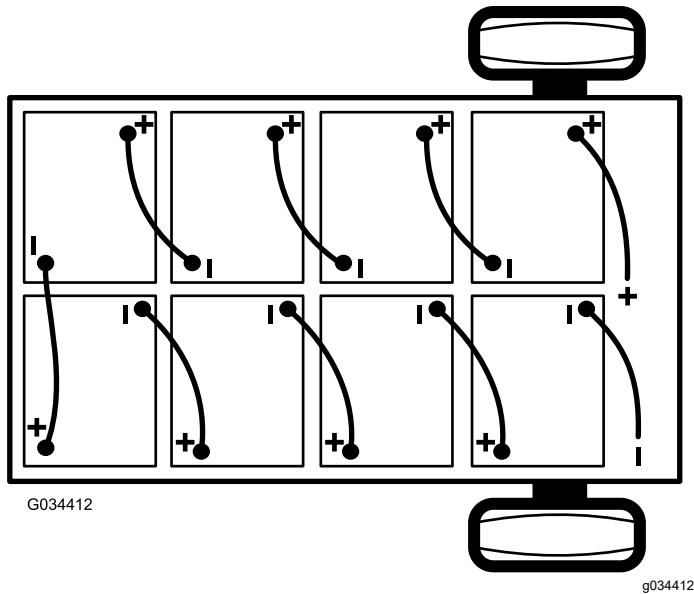

Figura 42
2. Desligue o fio negativo principal da bateria (preto) que liga o banco das baterias ao ponto de ligação à terra da máquina (Figura 42).
- Desligue o fio positivo principal da bateria (vermelho) que liga o banco das baterias ao contactor principal da máquina (Figura 42).
Nota: Obs.: Preste atenção à polaridade das baterias quando trocar de baterias (Figura 42).
- Faça a ligação das baterias como se mostra na Figura 42 com os cabos de interligação das baterias que removeu no passo 1.
- Ligue o fio positivo principal da bateria (vermelho) entre o banco das baterias e a máquina (Figura 42).
- Ligue o fio negativo principal da bateria (preto) entre o banco das baterias e a máquina (Figura 42).